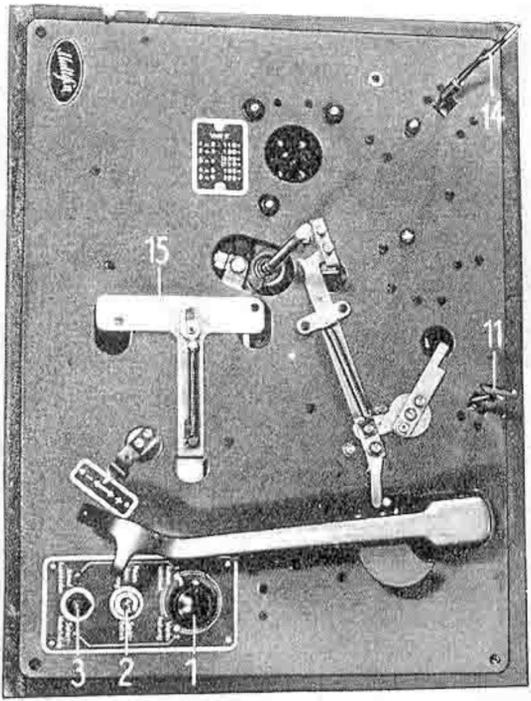
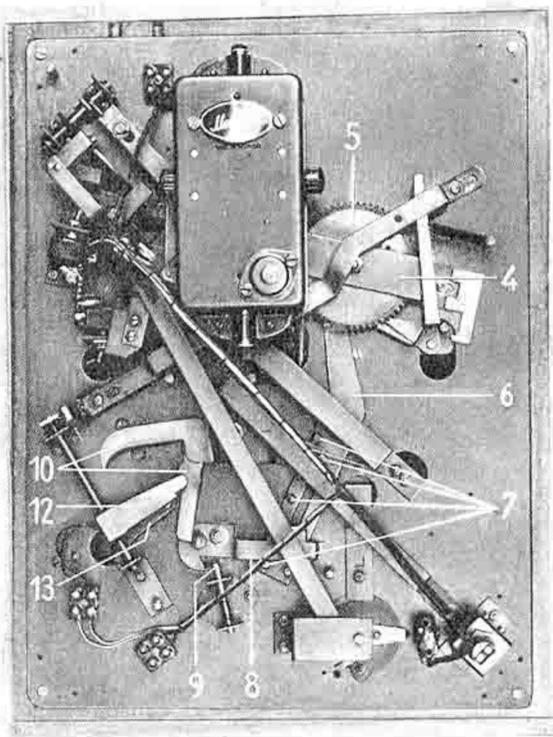

Abb. 2. Frontplatte des Multifon-Universal-Plattenwechslers, Plattenteller abgenommen
Abb. 3. Chassisansicht von unten mit Getriebe
Die drei Bedienungselemente, Drehknopf (1), Kipphebelumschalter (2) und Druckknopf (3) (Abb. 2), sind an einer Ecke des rechteckigen Chassis in übersichtlicher Form angeordnet. An Hand der auf dem Bedienungsschild aufgetragenen Zahlen und Bezeichnungen ist es ohne weiteres möglich, die einwandfreie Bedienung des Gerätes auch ohne Zuhilfenahme der Gebrauchsanleitung vorzunehmen. Auch bei fahrlässiger Handhabung der Betätigungselemente können keine Hemmungen im Getriebeablauf eintreten, so daß der Multifon-Universal-Plattenwechsler als unbedingt narrensicher anzusprechen ist. Sämtliche Bewegungen des Tonarmes, die beim Plattenwechsel erforderlich sind, wie Anheben, Ausschwenken, Wiedereinschwenken und Senken, werden durch ein auf der sogenannten Transportschiene (4) (Abb. 3) dreh-
Zur Erreichung des richtigen Aufsetzens bei 25- bzw. 30-cm-Platten zu Spielbeginn ist ein Tasthebel (11) (Abb. 2) vorgesehen, der beim Fallen einer 30-cm-Schallplatte zurückgedrückt und hierdurch über den Hebel (12) (Abb. 3) den entsprechenden Anschlag des Tonabnehmer-Führungshebels (13) bewirkt. Der Endschalterhebel (14) (Abb. 2) tastet den Vorratsplattenstapel ab, um beim Fallen der letzten Platte die Abschaltung des Plattenschalters nach dem Abspielen der letzten Platte vorzubereiten. Er kann gleichzeitig dazu verwendet werden, den Lauf des Gerätes jederzeit sofort zu unterbrechen, bzw. die Wiedereinschaltung vorzunehmen.
Der Bedienungsdrehknopf bewirkt in der Stellung „Wiederholung“ durch Zurückziehen des T-förmigen Hebels (15) (Abb. 2), daß der Eingriff der Sperrklinke in das Sperrrad nicht erfolgt und dadurch der Plattenwechsel solange unterbleibt, bis der Drehknopf aus dieser Stellung herausgedreht wird.